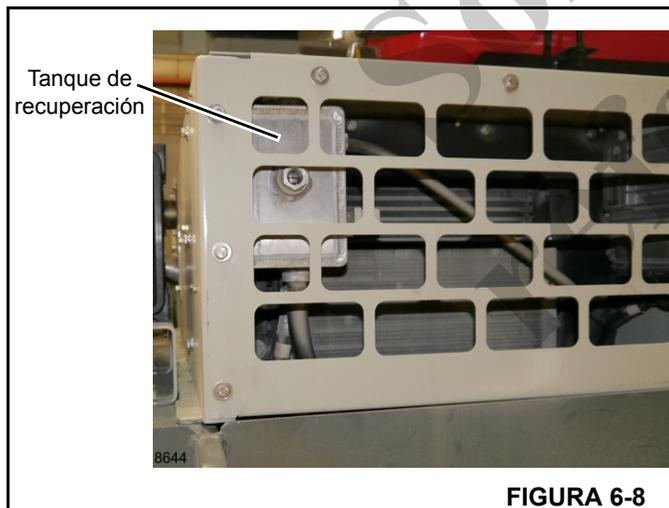

FIGURA 6-8
2. Revise que tanque de recuperación (Figura 6-8) se encuentre al menos lleno hasta la mitad. Si el nivel de refrigerante es bajo, llene el tanque de recuperación hasta la mitad con una mezcla uniforme de anticongelante a base de glicol y agua. No agregue únicamente agua, ya que podría ocasionar la formación de óxido en el radiador y en el motor.